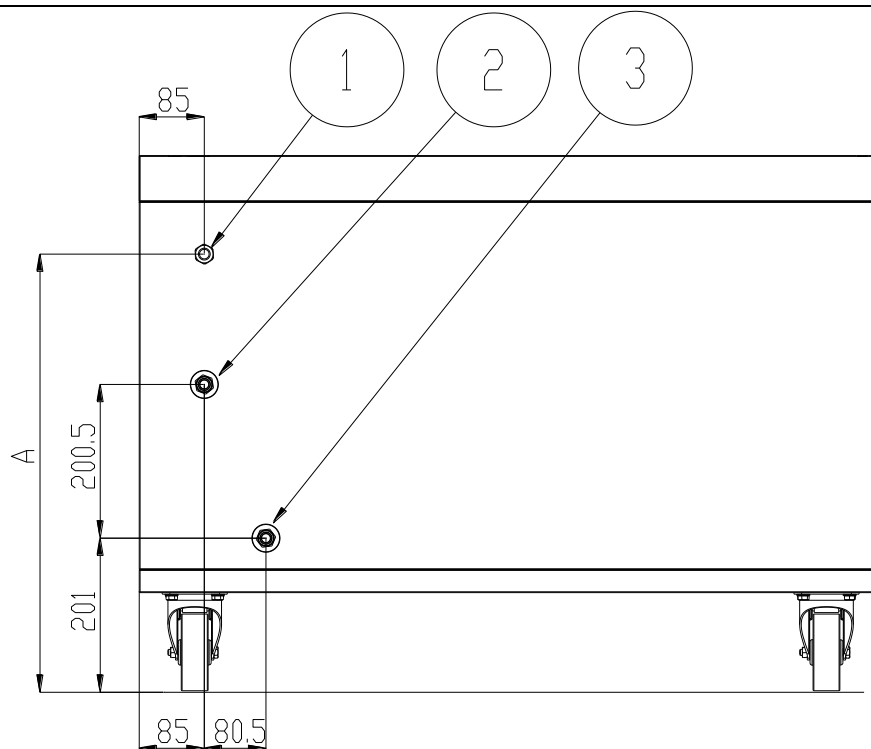

Fig.4.1 Posizioni dei collegamenti
Per il collegamento elettrico fare riferimento alla Fig. 4.1 dove viene evidenziata la posizione dell'ingresso elettrico (1).
Per la posizione esatta dell'ingresso e dello scarico acqua vedere Fig.4.1.